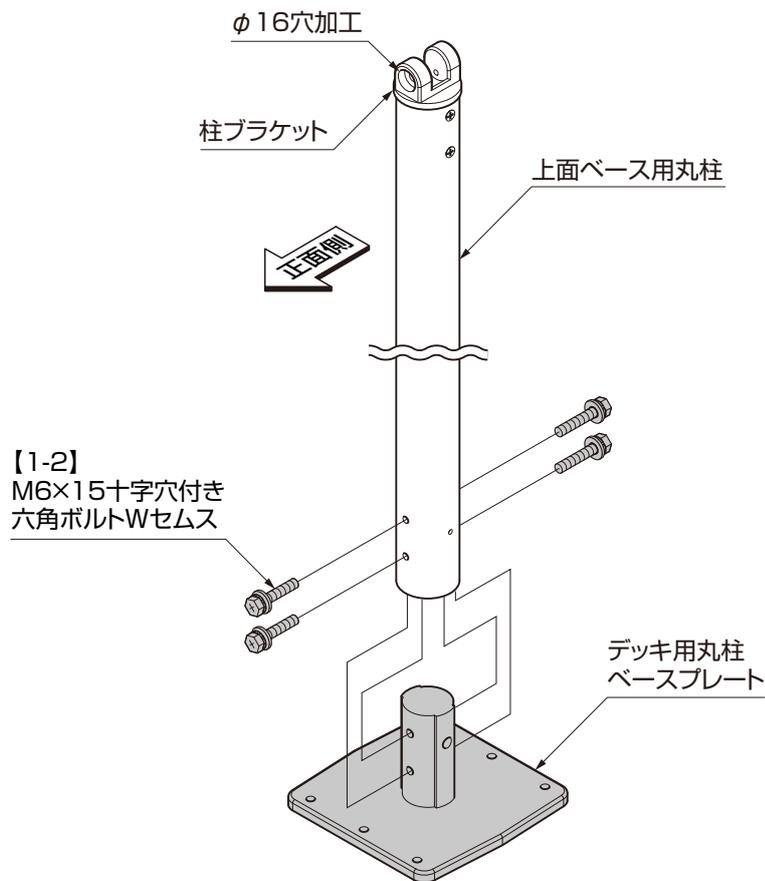

図2-4
- ② 上面ベース用丸柱をデッキ用丸柱ベースプレートに差し込み【1-2】で固定してください。このとき、正面側に柱ブラケットの $\phi 16$ 穴加工が向くようにしてください。(図2-4参照)